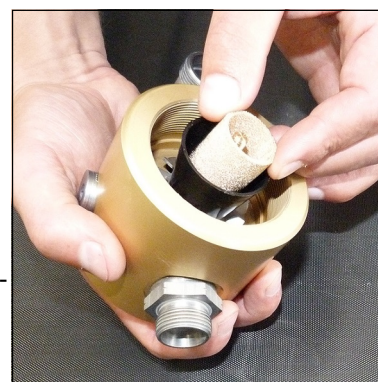

Abb. 2 - Sinterfilter wechseln
- Sinterfilter wechseln (Abb. 2).